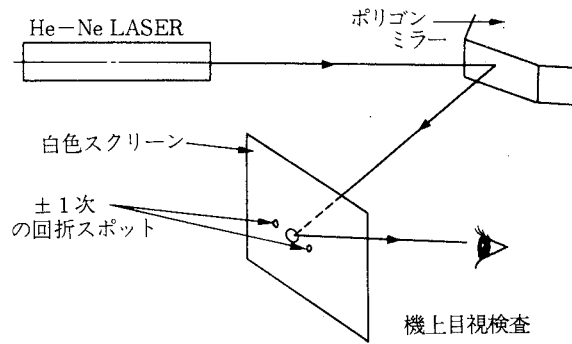

図1-9 散乱光パターンのチェック
① 切削面のレーザー光反射スポットを機上で確認する (図1-9)。